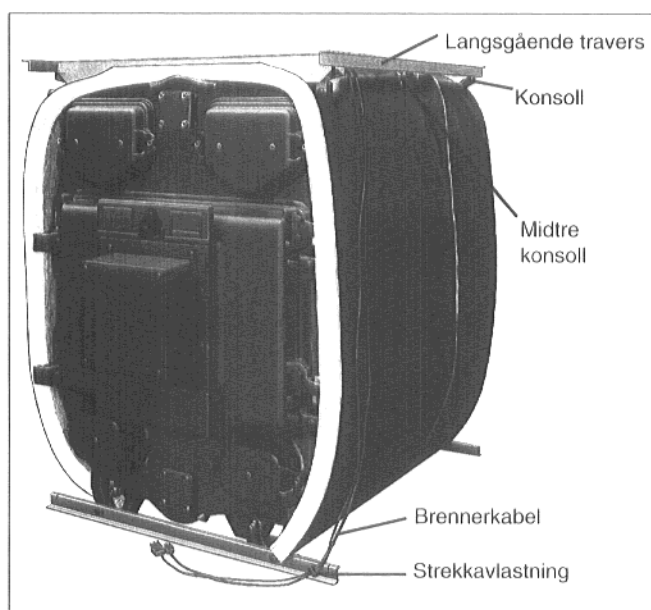

Fig. 39
- De langsgående traversene legges på konsollene på bak- og forelement (fig. 39).
- Brennerkabelen hhv. -kablene legges inn i strekkavlastningen på tverrtraversen som vist i fig. 39 og føres oppover på isoleringen.